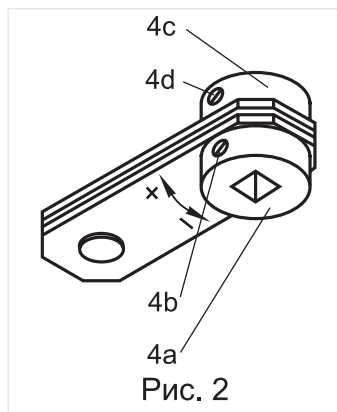

Рис. 2
4.4.2 Регулировка положения затвора заслонки (рис. 2):